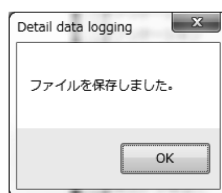

図23
- ⑧ ツールバーのボタン、またはメニューの「Chart and Recording」－「Recording」－「Stop」をクリックするとロギングを停止（ファイルへの書き込みを終了）し、ファイルが完成します。次のメッセージボックス（図23）が表示されますので、「OK」ボタンをクリックしてください。